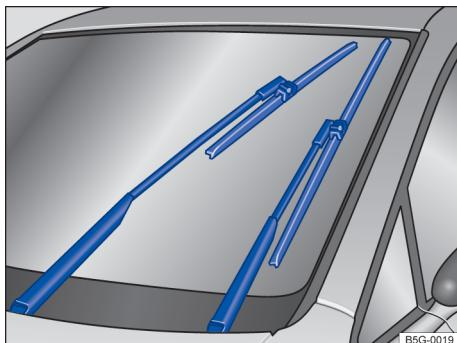

图 203 车窗玻璃刮水器在维护位置
在维护位置上可以将车窗玻璃刮水器摆臂从车窗玻璃上掀起→图 203。为了将车窗玻璃刮水器置于维护位置，要进行以下操作：
- 将风窗玻璃刮水器拨杆向下拨至点动刮水位置。使刮水器处于保养位置→图 203。